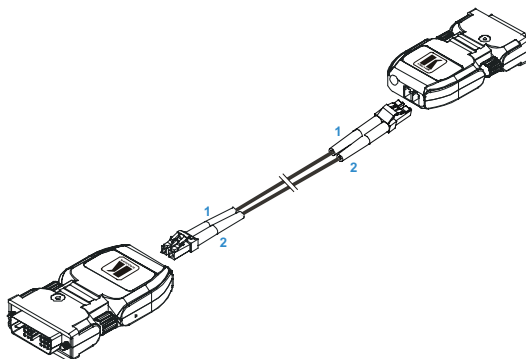

Рис. 3. Подключение оптоволоконного кабеля
500 м пользуйтесь одномодовыми оптоволоконными кабелями) к модулям **602T** и **602R**, по одному кабелю в один прием, как это показано на рис. 3.
4. Соедините разъем DVI на **602T непосредственно** (то есть без использования каких-либо промежуточных кабелей или переходников между ними, подсоединяя кабели 1 и 2 так, как это показано на рис. 3) к разъему DVI на компьютере.
5. Соедините разъем DVI на **602R непосредственно** (то есть без использования каких-либо промежуточных кабелей или переходников между ними, подсоединяя кабели 1 и 2 так, как это показано на рис. 3) к разъему DVI на устройстве отображения.